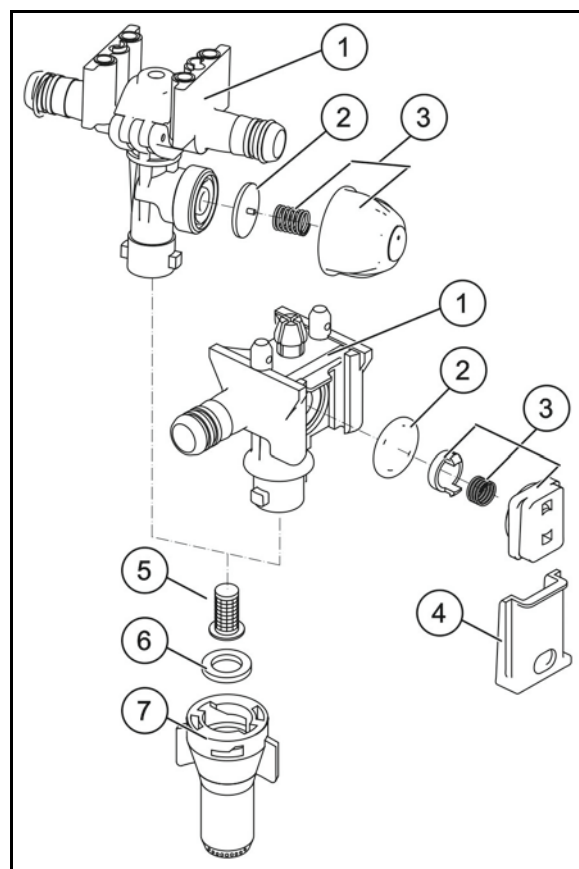

Fig. 177
- Nettoyez les filtres de conduite (Fig. 177/1) en fonction des conditions d'utilisation, environ tous les 3 à 4 mois.